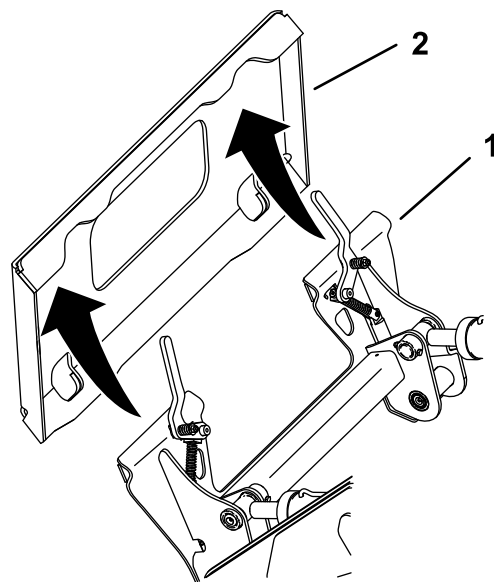

Figure 57
5. Placez la plaque de montage dans le bord supérieur de la plaque réceptrice de l'accessoire (Figure 57).